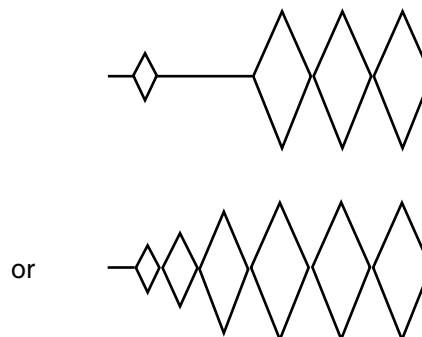

Fig. 4-8
④ Fig. 4-8 shows the RF waveform in which the indication will result in a bar indication in 3 mode (the ABS time CANNOT be read due to a missing or distorted waveform).
④ 図4-8は、③のモード時にバー表示（ABSタイムが読めない）になってしまう場合（波形抜けまたは波形つぶれ）のRF波形です。